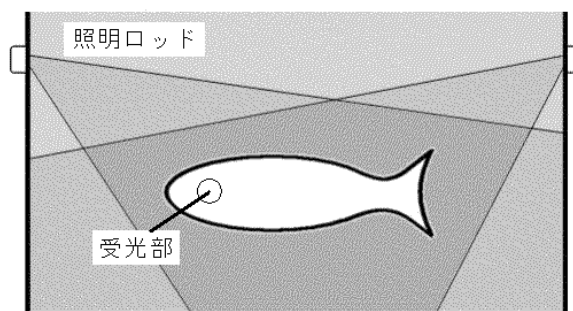

図4 照明光に指令情報を重畳
(3) 水中無線通信は、当初、超音波による通信について予備実験を行い、使用可能であることを確認しましたが、水圧に耐える高出力スピーカー、高感度マイク部品が高額で入手できなかったために断念し、可視光通信へと変更しました。図4に示すように青色LED照明光に、動作指令情報を重畳させる方式を採用しています。